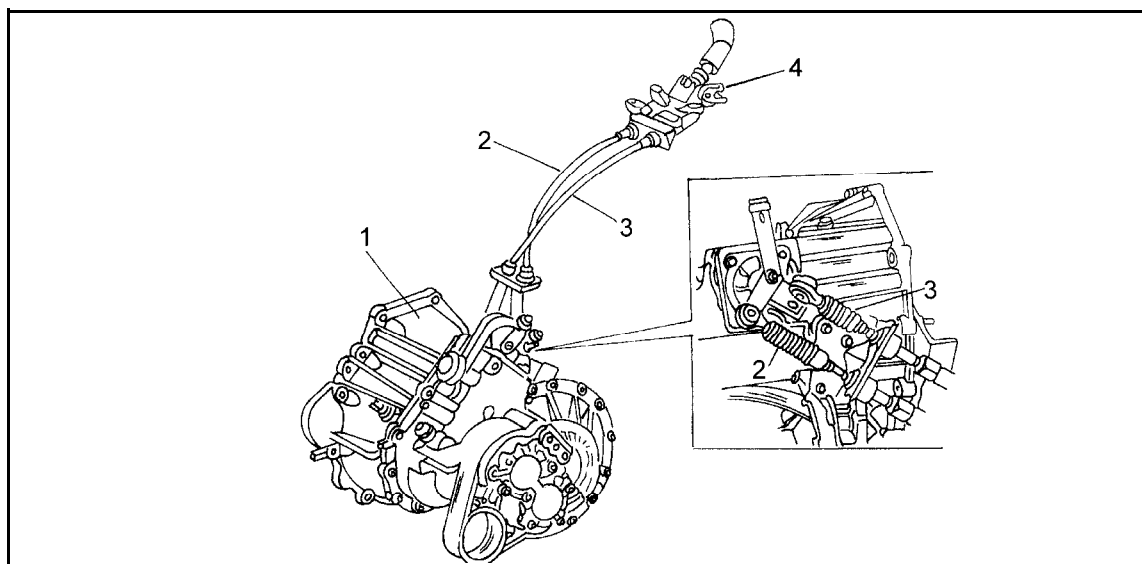

Bild 255
Alle Getriebe werden mit Hilfe einer Seilschaltung geschaltet, deren Anordnung in Bild 255 gezeigt ist. In der unteren Ansicht kann man sehen, wie die Seile an der Lagerung befestigt sind. Zu beachten ist, dass man die Seile nicht an den falschen Verbindungsstellen anschliesst, da die beiden Seile von unterschiedlicher Länge sind.
- Schaltseile abschliessen. Dabei hält man sich an die untere Ansicht von Bild 255. Die beiden Federspannbleche mit einem Schraubendreher und einer Zange herausziehen und die Seile nach oben durch die Öffnungen im Seillagerwinkel herausnehmen. Die beiden Seilenden von den Kugelhöfen der betreffenden Hebel abdrücken. Falls man nicht sicher ist, an welchem Hebel die Seile angeschlossen sind, kann man sie entsprechend zeichnen. Die Federspannbleche müssen erneuert werden, wenn sie nicht mehr einwandfrei aussehen, oder beim Ausbau beschädigt/verbogen wurden.